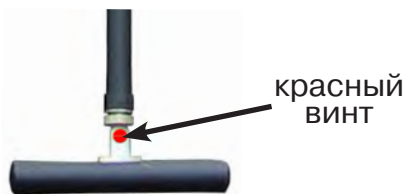

Рис. 6.4
По направлению «стрелки» можно отличить «свой» сигнал от «чужого», поскольку направление тока в «своей» коммуникации противоположно «перенаведенным» токам, протекающим по «чужим» коммуникациям. Направление сигнала - вперед (↑) является условным понятием и «назначается» оператором для данного положения датчика относительно данной трассы, которое фиксируется оператором по метке в виде красного винта (рис. 6.4), расположенной на одной из сторон датчика ЭМД-247.
4. «Назначение» производится нажатием кнопки **f** при расположении датчика точно над «выделенной» коммуникацией, считающейся «своей». После этого указатель направления сигнала приобретает вид - (↓). При переходе на «чужую» коммуникацию с другим «направлением сигнала» (или при изменении положения датчика на «обратное») раздастся звук и стрелка покажет «направление сигнала - назад (↓)» (рис. 6.4)